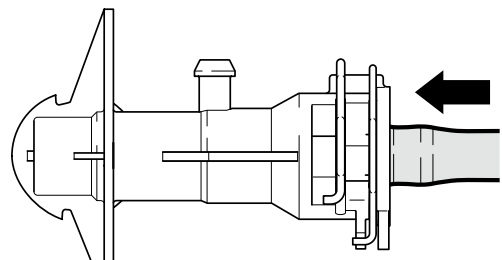

Bild 7: Vid inskjuten anslutningsledning och stängda klämmor är avluftningsöppningen stängd
8. Skjut in ledningen helt i anslutningen (bild 7)